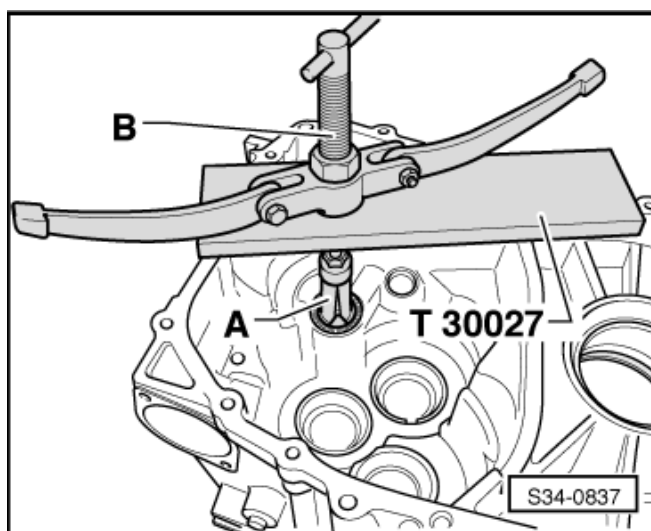

Abb. 13: Nadelhülse -A- in das Getriebegehäuse einpressen ►
- ☐ einpressen ⇒ Abb. 13 in **34-7** Seite 7